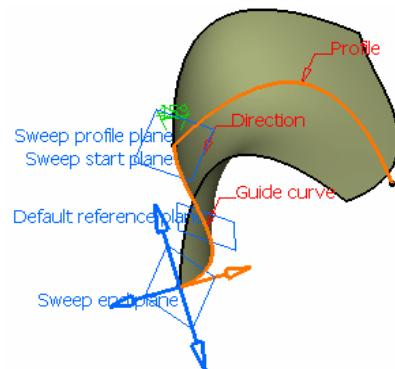

Ilustración 399: Las cuatro soluciones.
- *Preview the Angular Value*: al crear un barrido, se pueden ver las cuatro soluciones de antemano basadas en los valores dados para el ángulo (Ilustración 399). La primera solución corresponde con el valor del ángulo, la segunda con el valor del -ángulo, la tercera corresponde a  $180^\circ +$ valor del ángulo, y la cuarta corresponde a  $180^\circ -$ valor del ángulo. Esta opción no está disponible en el subtipo *With pulling direction*. En la
Ilustración 399 se ve como se pueden elegir las cuatro soluciones. Para cambiar de solución se pica sobre la flecha deseada, la flecha que marca la solución elegida es la de color naranja. También se puede cambiar de solución pulsando *Previous* o *Next*, o introducir un numero en la opción *Angular sector*.